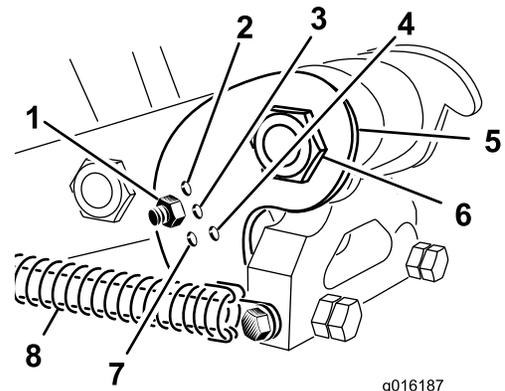

Figura 37
Ajuste la posición de la pletina de ajuste de la inclinación (Figura 37) según la longitud de los taladros a utilizar. El tope del cabezal se ajusta a una de cinco posiciones predeterminadas, seleccionando el taladro en el que se atornilla la varilla de ajuste. Estas posiciones son simplemente las predeterminadas; es posible que usted obtenga un acabado más liso usando un taladro de 25,4 cm, por ejemplo, en la posición de 30,48 cm, dependiendo de la aplicación concreta.
- Desconecte el muelle tensor del cabezal de taladros (Figura 37).
- Retire el perno y la tuerca de los taladros de la pletina de ajuste de la inclinación (Figura 37).
- Gire la pletina de ajuste hasta que quede alineado con el taladro deseado del brazo, e instale el perno y la tuerca (Figura 37).